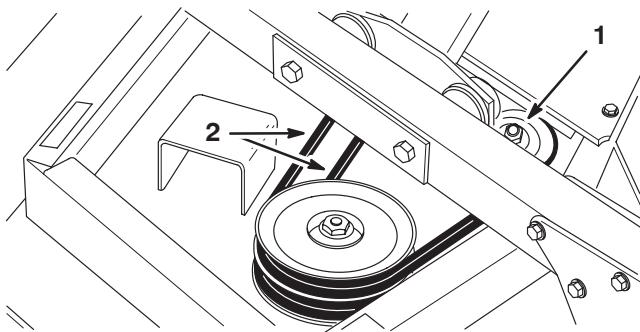

Bild 67
- Lösen Sie zum Anziehen der Riemen die Sicherungsmutter oben an der Spannscheibe (Bild 67). Schieben Sie die Scheibe gegen den Riemen, bis die richtige Spannung erreicht ist. Halten Sie die Scheibe in dieser Stellung und ziehen Sie die Sicherungsmutter fest.
3. Entfernen Sie die Bundkopfschrauben, mit denen die Getriebeplatte am Mähwerk befestigt ist. Drehen Sie zum Trennen der Platte und des Antriebsmotors vom Mähwerk das Plattenende zur Zugmaschine (Bild 67). Kippen Sie die Platte, den Motor und die Scheibe seitlich und nehmen Sie sie vom Mähwerk ab. Achten Sie darauf, dass Sie nicht die flexiblen Hydraulikschläuche verbiegen, verdrehen, abknicken oder beschädigen.
2. Nehmen Sie die Mähwerkabdeckungen ab und lösen Sie die Spannung aller Riemen (Bild 67).